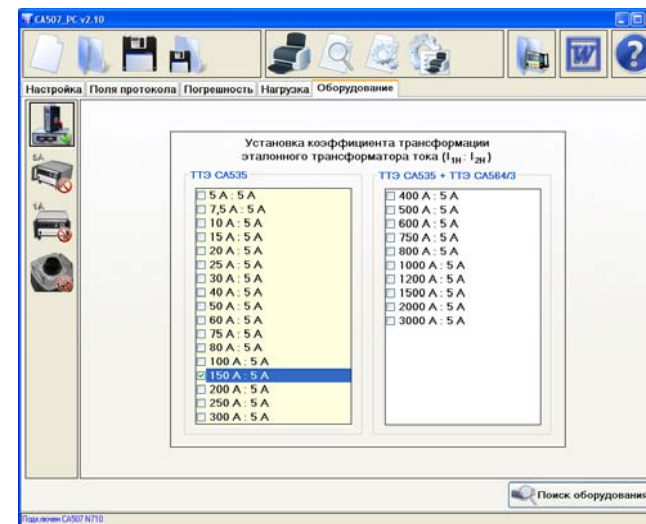
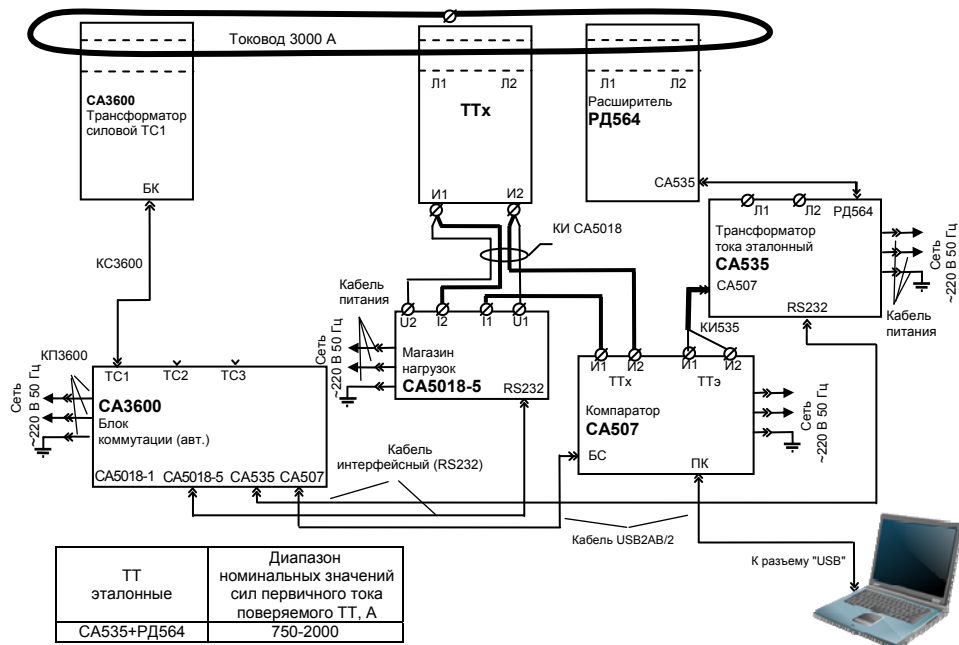

Рисунок 2.17
Рисунок 2.16
2) Если при измерениях используются трансформаторы эталонные производства ООО "ОЛТЕСТ", то щелкнуть по вкладке "Оборудование" (рисунок 2.16). На вкладке (рисунок 2.17) сначала щелкнуть по